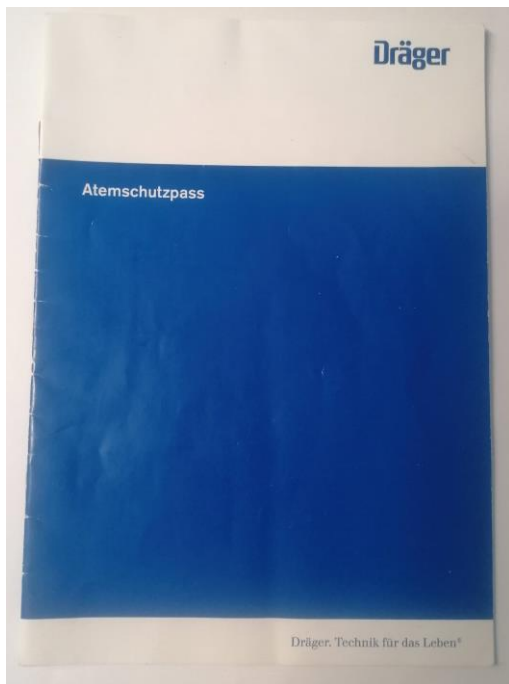

Abbildung 17: Beispiel eines Atemschutznachweises- Außenansicht
- Abbildung 17: Beispiels eines Atemschutznachweises- Außenansicht